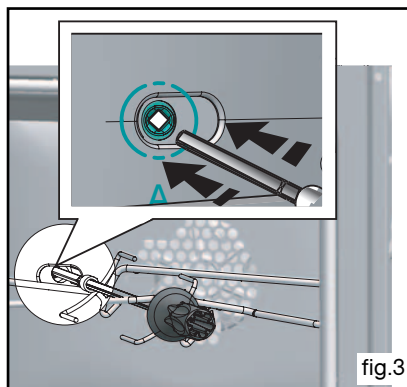

fig.3
- poussez légèrement pour engager la pointe de la broche dans le carré d'entraînement situé au fond du four (fig.3).
Faire levier sur ces pièces afin de décliper la glace (fig.3).